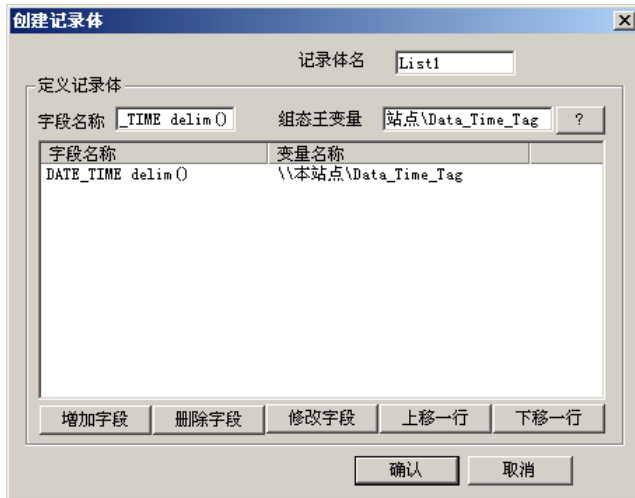

图 19.12 配置记录体
- 在组态王变量栏中，输入你想要捆绑的变量，如图 19.12 所示。